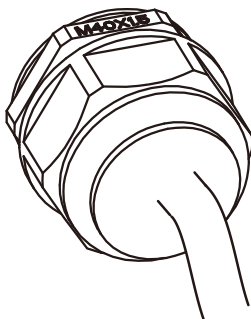

Figura 5.11 Aperte a caixa de junção CA
3) Aparafuse a tampa da conexão CA de volta à carcaça e aperte todos os parafusos para apertar o conector de proteção à prova d'água, conforme mostrado na Figura 5.11